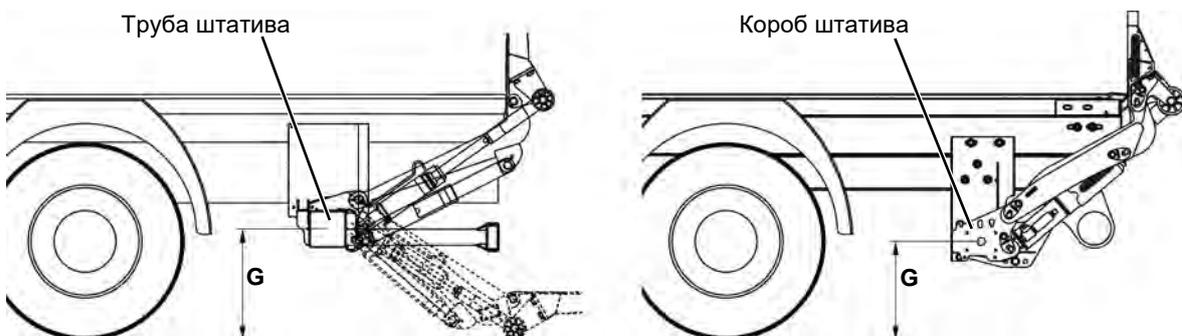

Рисунок 47: Расстояние от подъемного механизма до земли (размер «G»)
- ▶ При маленьком расстоянии подъемного механизма от земли соблюдайте порядок действий, описанный в главе 10.5, стр. 70, (размер «G», расстояние от середины трубы/короба штатива до земли менее 450 мм, см. Рисунок 47).
Особый порядок действий при маленьком расстоянии подъемного механизма от земли (размер «G», расстояние от середины трубы/короба штатива до земли менее 450 мм, см. Рисунок 47, стр. 69):